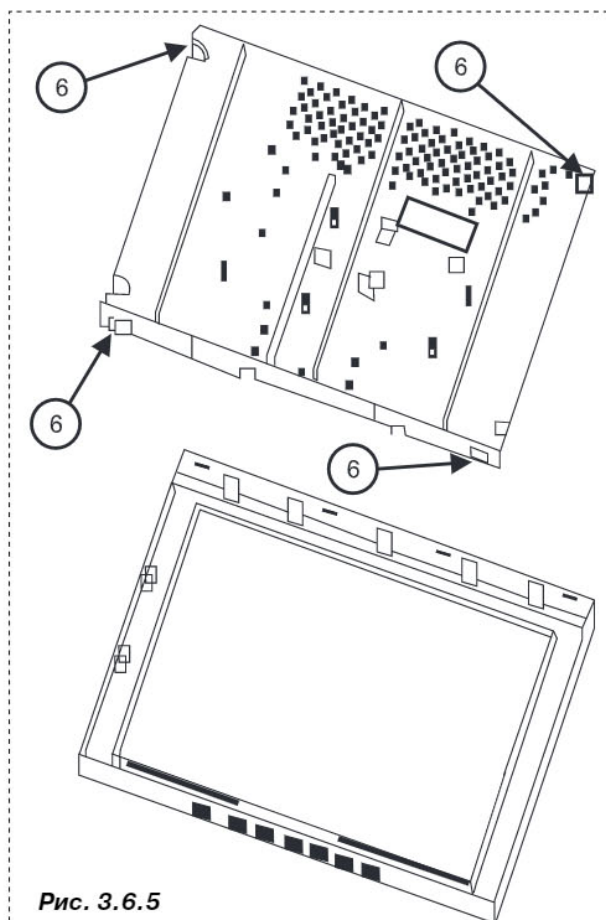

Рис. 3.6.5
- выкручивают четыре винта 6 (рис. 3.6.5) и снимают модуль LCD-панели;